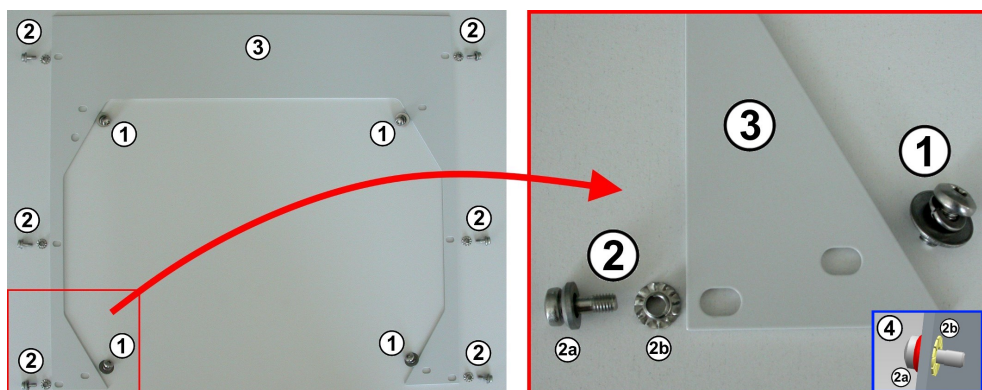

Figure 6-6 : Faire correspondre les vis et les rondelles aux différents de la feuille de métal de couverture de bâti
- Fixez les six vis, les rondelles et les prises de terre (marquées (2) au Figure 6-6) aux six trous extérieurs de la feuille de métal de couverture de bâti.
Assurez-vous d'insérer les prises de terre (2b) à partir de la face arrière de la feuille de couverture, et les vis M5 et les petites rondelles (2a) à partir de la face avant. Le résultat est indiqué en détail (4) au Figure 6-6. Une fois insérées et vis-
10. Fixez la feuille de métal de couverture du bâti sur les **écrous cage M5** dans le bâti à l'aide des six vis (2) à la Figure 6-6.
11. Fixez la feuille de métal de couverture du bâti à la chambre, en utilisant les quatre vis et rondelles (1) à la Figure 6-6.